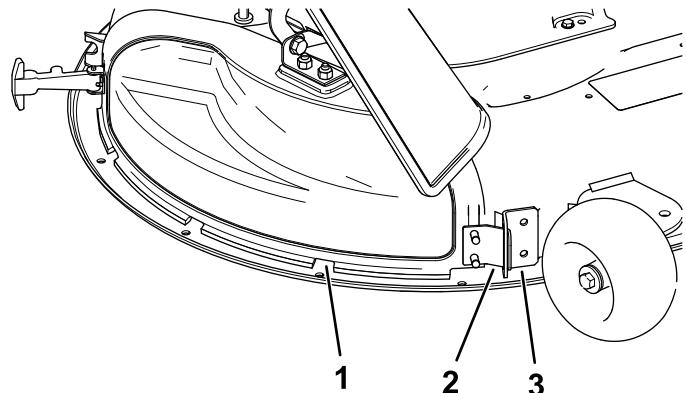

Figura 12
5. Incline la lingetta metallica presente sul coperchio dello scarico per estrarla dalla fessura nella staffa saldata sul piatto di taglio (Figura 12).